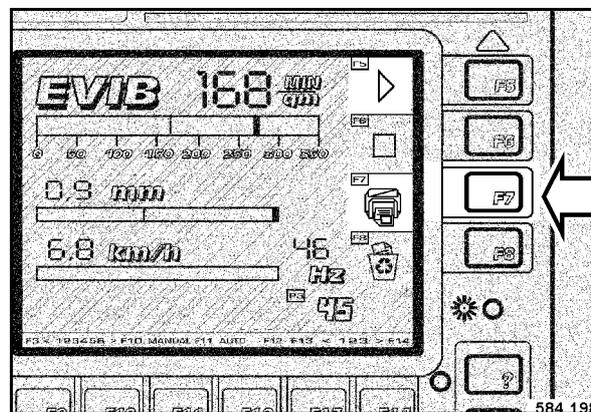

Рис. 103
- По завершении измерения нажать кнопку F7 „ПЕЧАТЬ“ (Рис. 103).